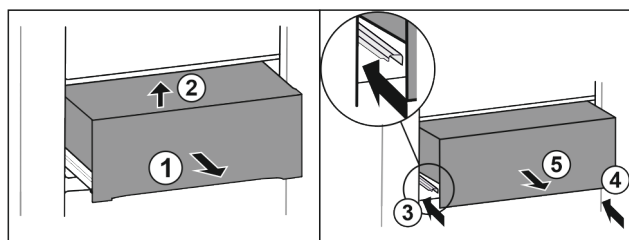

Fig. 47
- ▶ Zásuvku napůl vytáhněte. Fig. 47 (1)
- ▶ Nadzvedněte zásuvku vpředu. Fig. 47 (2)
- ▶ Zasuňte levou kolejničku. Fig. 47 (3)
- ▶ Zasuňte pravou kolejničku. Fig. 47 (4)
- ▶ Vyjměte zásuvku dopředu. Fig. 47 (5)